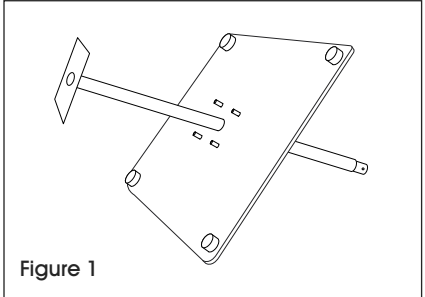

Figure 1
- 1. Attach bottom pole to base by inserting it through the hole in the base from the bottom (side with feet). (See Figure 1)
1. Reliez la partie inférieure du poteau à la base en l'insérant dans le trou de la base à partir du dessous (côté avec les pieds). (Voir Figure 1)